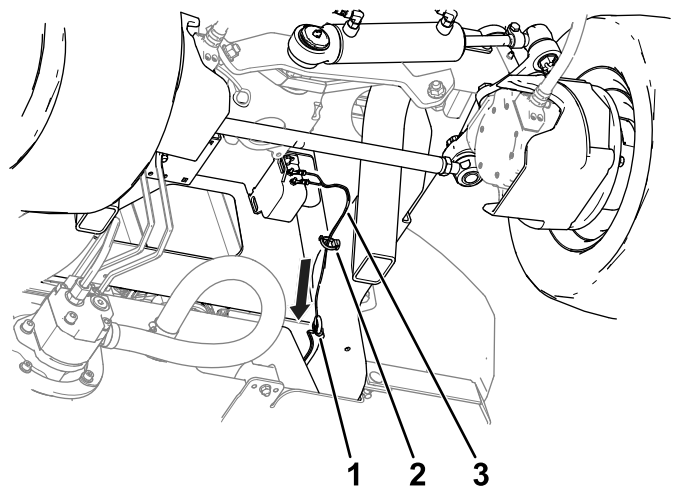

Figur 3
3. Använd de befintliga bultarna och muttrarna från huvstödsfästet för att fästa monteringsfästet på traktorenhetens ram (Figur 3).